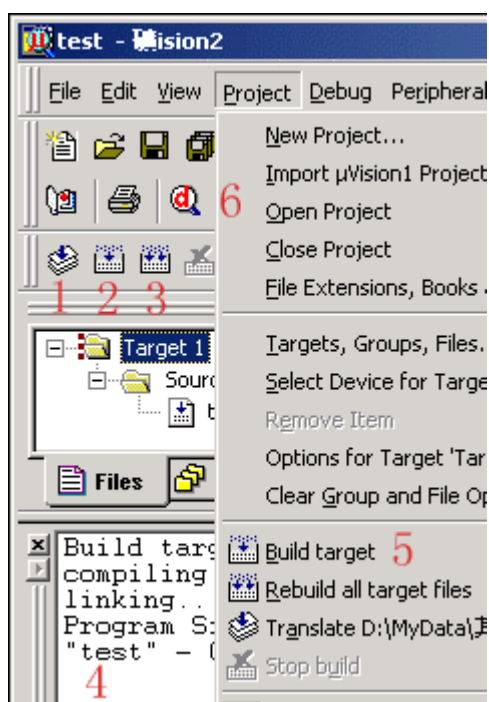

图 1 - 7 编译程序
(6)进入调试模式，软件窗口样式大致如图 1 - 8 所示。图中 1 为运行，当程序处于停止状态时才有效，2 为停止，程序处于运行状态时才有效。3 是复位，模拟芯片的复位，程序回到最开头处执行。按 4 我们可以打开 5 中的串行调试窗口，这个窗口我们可以看到从 51 芯片的串行口输入输出的字符，这里的第一个项目也正是在这里看运行结果。这些在菜单中也有，这里不再一一介绍大家不妨找找看，其它的功能也会在后面的课程中慢慢介绍。首先按 4 打开串行调试窗口，再按运行键，这时就可以看到串行调试窗口中不断的打印“Hello World！”。呵呵，是不是不难呀？这样就完成了您的第一个 C 项目。最后我们要停止程序运行回到文件编辑模式中，就要先按停止按钮再按开启\关闭调试模式按钮。然后我们就可以进行关闭 KEIL 等相关操作了。